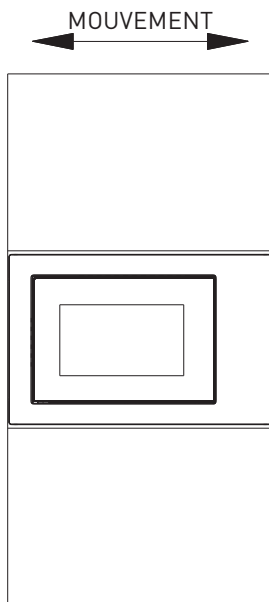

Fig. 3
c) Déplacez l'appareil parallèlement dans le meuble de cuisine en suivant le sens de la flèche sur la figure, et maintenez-le centré. (Fig. 3)